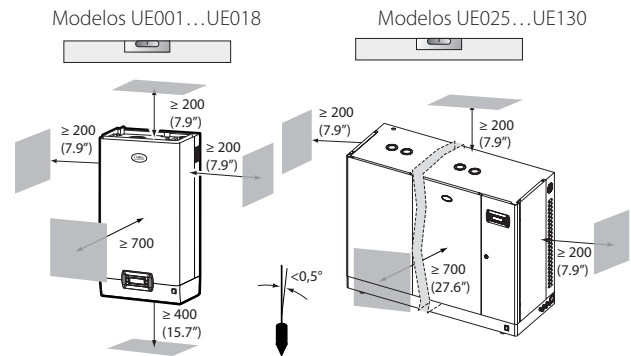

Fig. 1.d
- Ponga el humidificador en posición horizontal, respetando los espacios mínimos (ver Fig. 1.d) para las operaciones de mantenimiento.
Monte el humidificador en la pared por medio del soporte ya fijado al humidificador, utilizando el kit de tornillos proporcionado (para las dimensiones en mm, ver Fig. 1.d). Instrucciones para el montaje: